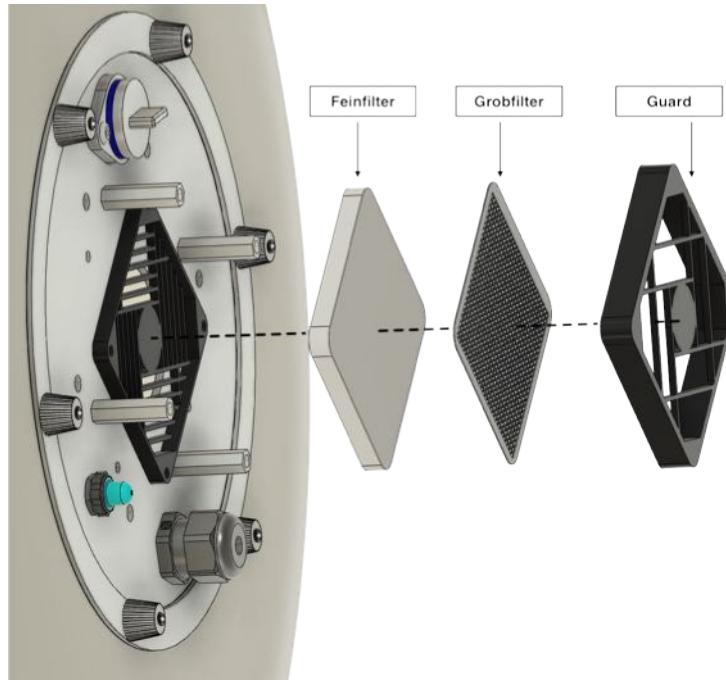

Abb. 11
2. Verwijder het filterdeksel (Guard) en verwijder de twee filterinzetten (fig. 11).